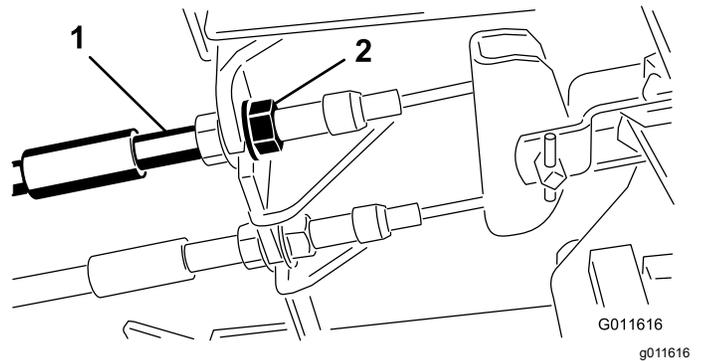

Figure 45
1. Pour réduire la garde aux pédales de frein, serrez les freins en desserrant l'écrou avant sur l'extrémité filetée du câble de frein (Figure 45).